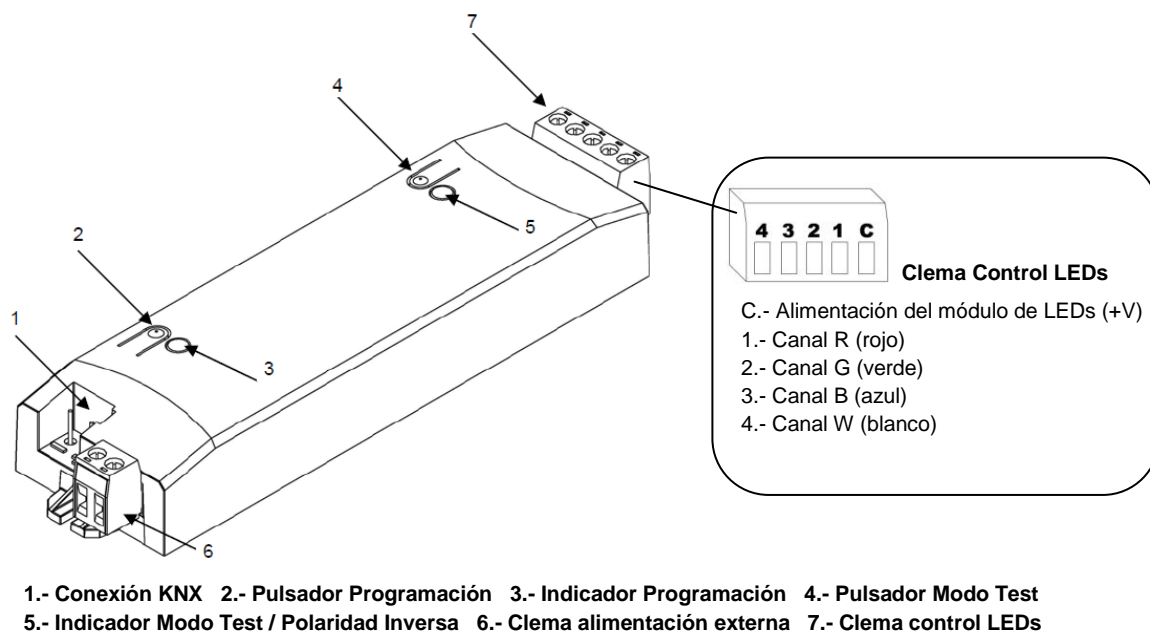

Figura 1.2. Esquema de conexionado LUMENTO X4
En la figura 1.2 se muestra el esquema de conexionado del controlador LUMENTO X4:
Junto con el controlador, se suministra una segunda clema con tornillos para el control de los LEDs (7), donde se conectará cada uno de los canales (colores) y el común (+V) del módulo de LEDs. En la figura 1.2 aparece un esquema de la clema, con cada uno de sus puntos de conexión. **(Nota: Los canales y el común pueden ser conectados a la clema antes de insertarla en el espacio reservado para ella en el controlador).**